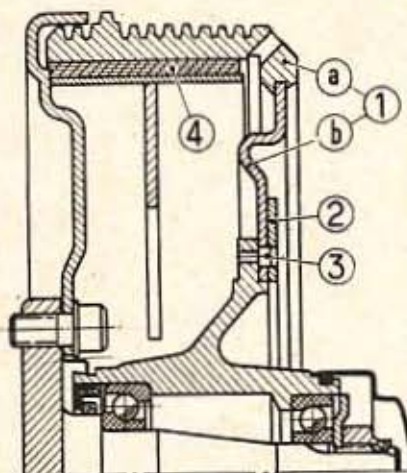

Fig. 78. — Vue en coupe d'un frein AV de cabriolet
Les poulies (1) de 280 mm sont dites « composites », car elles comportent une jante en fonte à rainures de refroidissement (a) (fig. 78) et un disque en tôle emboutie (b); cet ensemble est rendu homogène par fonderie.